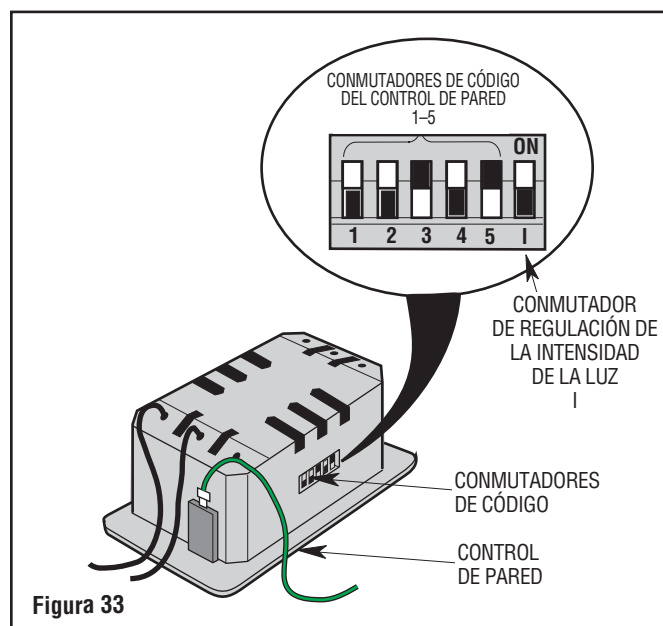

Figura 33
El control de pared tiene conmutadores de código que se deben ajustar en una de las 32 combinaciones posibles de códigos (Figura 33). Las cinco palancas (numeradas 1, 2, 3, 4 y 5) ubicadas en los conmutadores están ajustadas de fábrica en la posición de encendido (ON) (hacia arriba). Cambie los ajustes de los conmutadores de la siguiente manera: